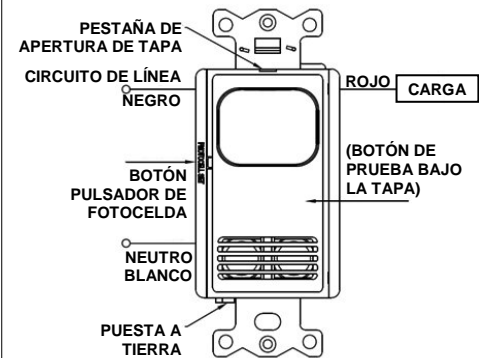
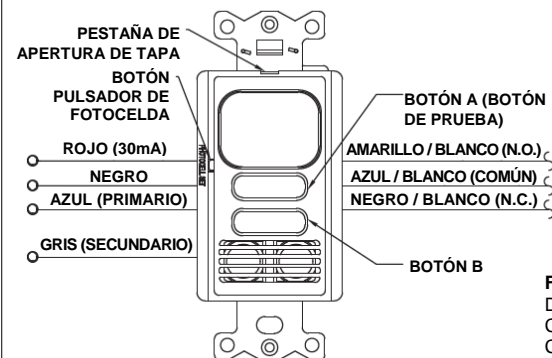

FIGURA 3
FIGURA 4
3. Alambre como se muestra en la sección de **DIAGRAMAS DE CABLEADO**. Las Figuras 1 y 2 muestran el método de cableado para sensores con puesta a tierra (**NOTA:** Se necesita un suelo confiable para una operación adecuada). La Figura 3 denota el método de cableado para Sensores de Cableado Neutro. La Figura 4 representa el cableado para los sensores de baja tensión (Nota: los modelos de baja tensión requieren de un módulo de CU300xx por salida).